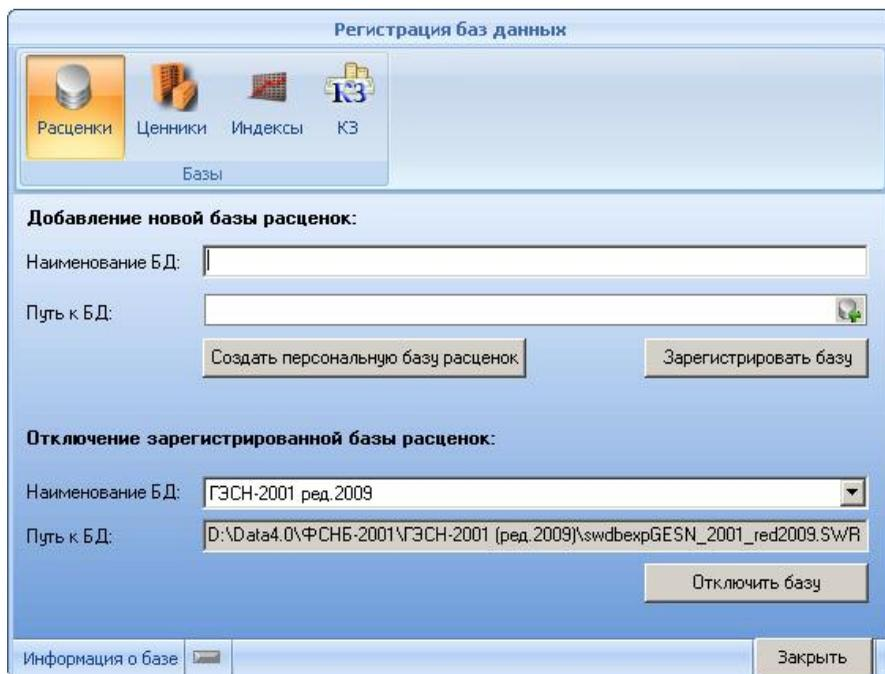

Рис. 6.14 Окно «Регистрация баз данных». Закладка «Расценки».
Программа SmetaWIZARD позволяет использовать при составлении сметной документации обширную сметно-нормативную базу данных, формирование и пополнение которой осуществляется путем **регистрации баз данных, ценников, сборников индексов и косвенных затрат**. Чтобы выполнить эту операцию, на вкладке **Сервис** выполните команду **Регистрация баз данных** (Рис. 6.14).
1. На панели «Удаление зарегистрированной базы данных» (Рис. 6.14) в поле ввода «Наименование БД» из списка подключенных баз необходимо выбрать требуемую базу.